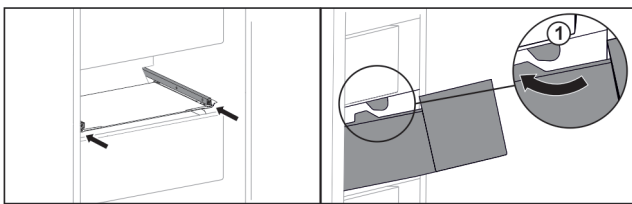

Fig. 149
- ▶ Обвести висувний ящик навколо стопора Fig. 149 (1).